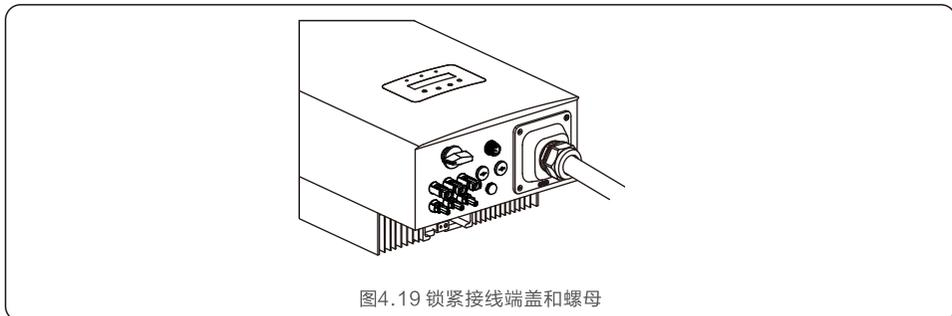

图4.19 锁紧接线端盖和螺母
5. 将交流连接端盖的4个螺丝锁紧，并拧紧线扣螺母防止交流端进水(如图4.19所示)。